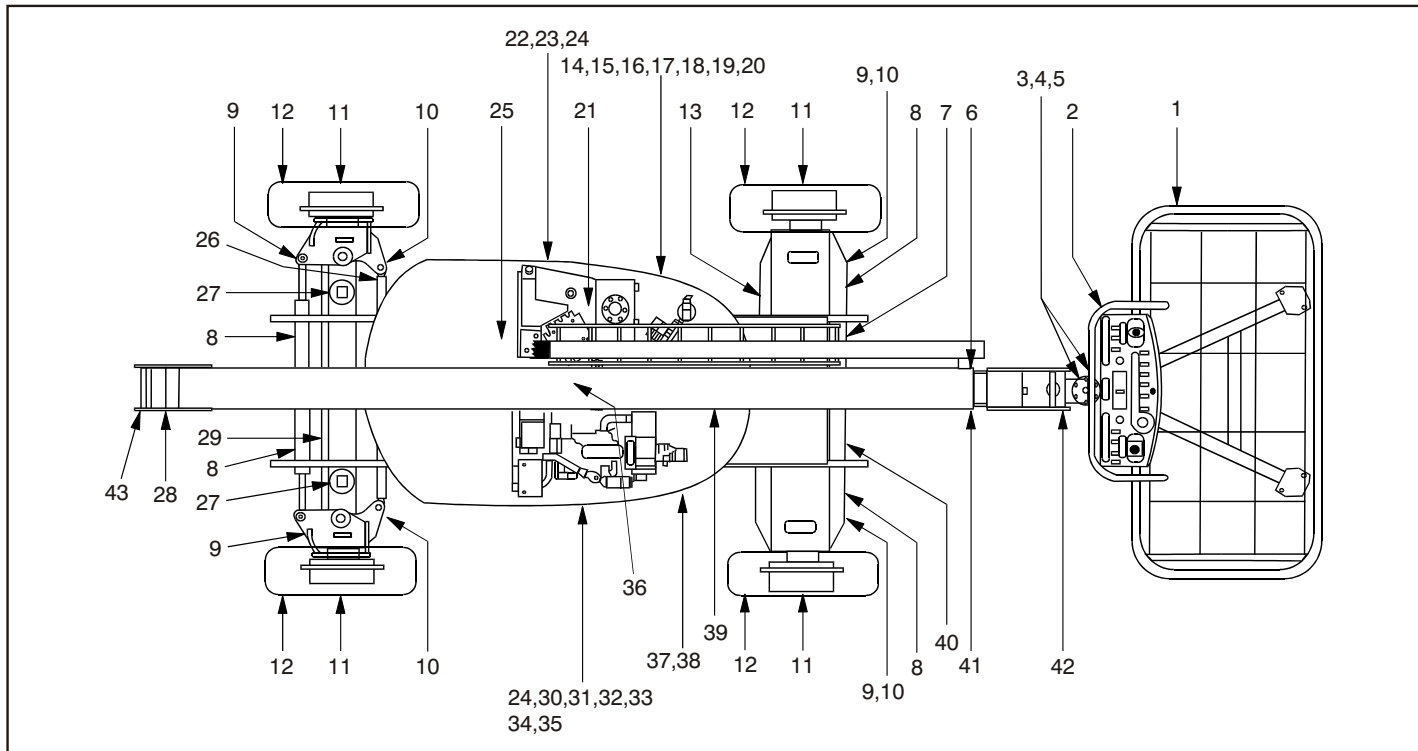

Figura 2-3. Inspección visual diaria (Hoja 1 de 4)
5. **“Inspección visual”** – Consultar la Figura 2-3. y la Figura 2-4.